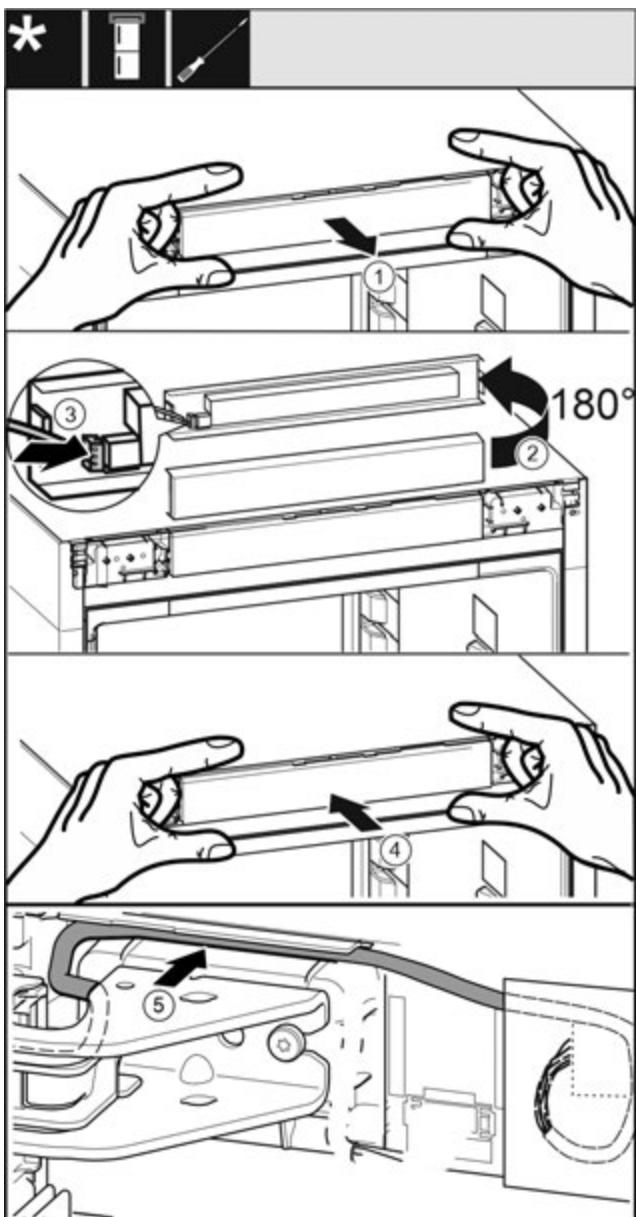

Fig. 43
- Обережно витягніть невелику панель керування. Fig. 43 (1)
- Поверніть панель на 180° вгору. Fig. 43 (2)
- Зафіксуйте штекер на невеликій панелі керування. Fig. 43 (3)
- Знову зафіксувати невелику панель керування на пристрії. Fig. 43 (4)
- Обережно розташуйте сірий кабель в направляючій над верхнім опорним кронштейном. Fig. 43 (5)